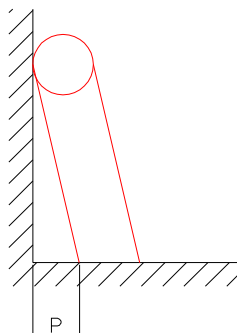

Fig.3
- Abaterea limită pentru perpendicularitatea capătului față de planul curbei, P(fig. 3), va fi: $P_{\max.} = 1,6 \text{ mm}$;